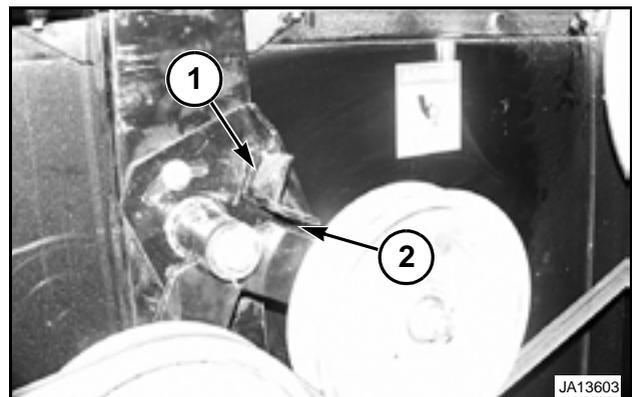

FIG. 138
FIG. 138: después de instalar la correa de mando del picador en la posición deseada, ajustar el freno intermedio (1) de modo que exista una luz de 0,0 2,5 mm (0,00-0,10 pul) entre el brazo angular del tope y el soporte de la polea.